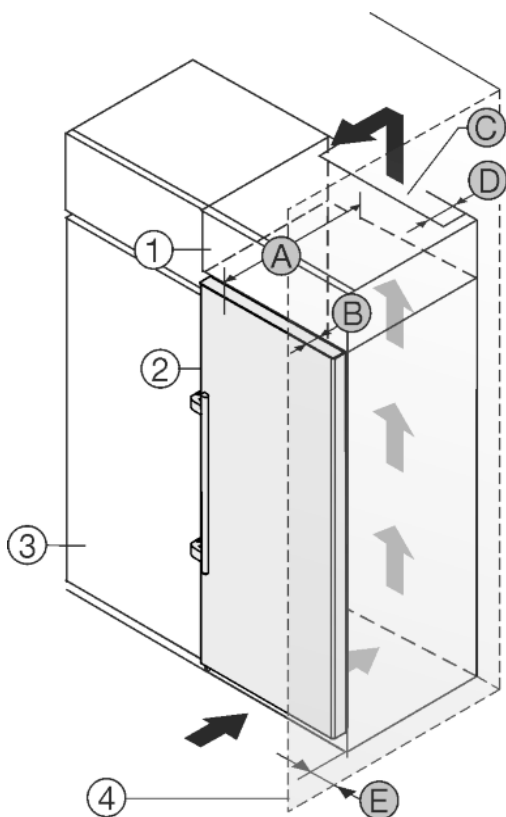

Fig. 24
Přístroj lze zabudovat do kuchyňských skříní. K vyrovnaní přístroje Fig. 24 (2) na výšku kuchyňské linky lze na přístroj nasadit nástavec Fig. 24 (1).
Přístroj lze instalovat přímo vedle kuchyňské skřínky Fig. 24 (3). Aby bylo možné dvířka plně otevřít, musí přístroj přesahovat o hloubku Fig. 24 (B) vůči přední linii kuchyňské skřínky. V závislosti na hloubce kuchyňských linek a použití vymeřovačů odstupů od stěny může přístroj vyčnívat dále.
- Na zadní straně nástavné skřínky musí být větrací šachta hluboká Fig. 24 (D) přes celou šířku nástavné skřínky.
- Pod stropem místnosti musí být dodržen ventilační průřez Fig. 24 (C).
Pokud je přístroj se závěsy instalován vedle stěny Fig. 24 (4), musí být dodržena vzdálenost Fig. 24 (E) mezi přístrojem a stěnou. To odpovídá přesahu madla při otevřených dveřích.